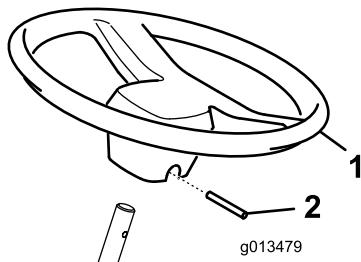

図 2
- ハンドルをステアリング シャフトにはめ込む（図 2）。
- ハンドルを取り付け位置にロールピンで固定する（（図 2））。